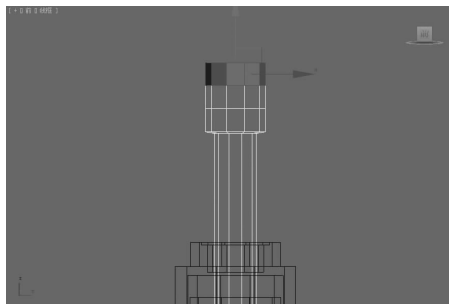

图 5-98 选中多边形 ▲
(5)单击“选择”卷展栏中的“多边形”按钮,在前视图中选中如图 5-98 所示的多边形。